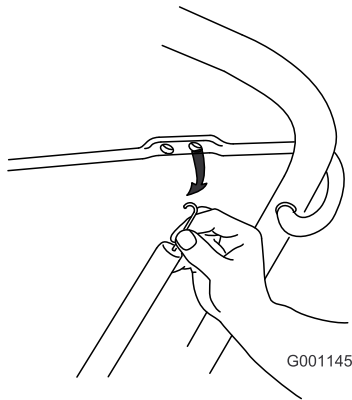

Figure 20
1. Décrochez l'extrémité du ressort du câble de commande de la barre de commande (Figure 20).